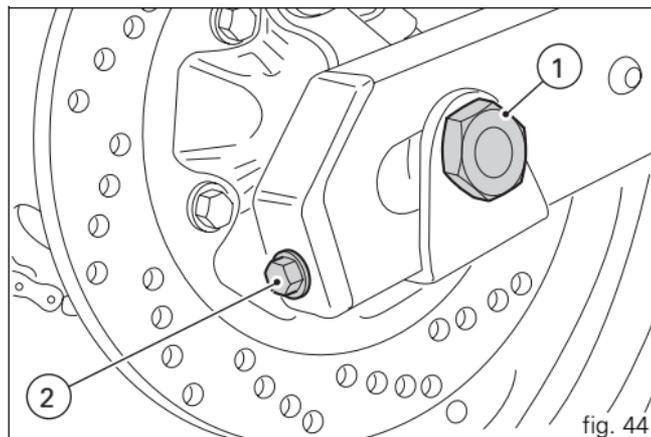

fig. 44
Para ajustar la tensión, aflojar la tuerca (1, fig. 44) del perno de la rueda, y atornillar en la misma medida el tornillo tensor (2) a ambos lados del basculante para aumentar o reducir la tensión. Si hay que reducir la tensión, es necesario empujar la rueda hacia delante.